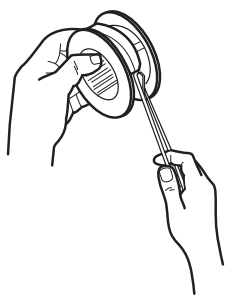

Fig. 33
- > Couper un bout long de 6 m de fil nylon de diamètre 2.4mm. Faire un anneau au milieu de la ligne et insérer cet anneau sur le crochet de la bobine. (Fig.33)